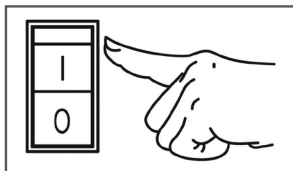

Рис. 13 Выключатель зажигания
4. Выключатель зажигания на панели управления переведите в положение «I» (Вкл.) (Рис. 13).